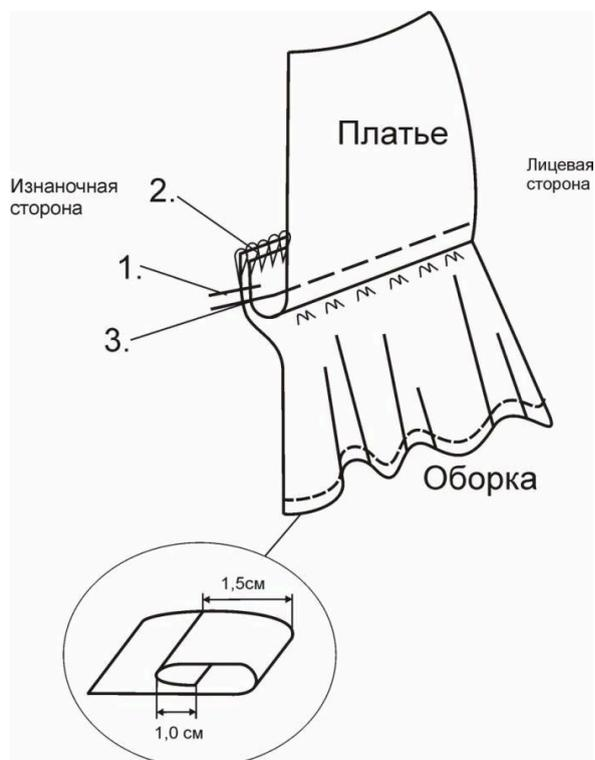

Рисунок 4. Обработка оборки
8. Стачать боковые срезы на деталях оборок шириной шва 1,5 см. Обметать срезы. Швы заутюжить. Нижние срезы оборок подшить швом с закрытым срезом (рис. 4). По верхним срезам оборки проложить сборочные строчки: первую на расстоянии 1,3 см, вторую на 0,7 см от первой. Стянуть строчки до указанной на лекале длины.